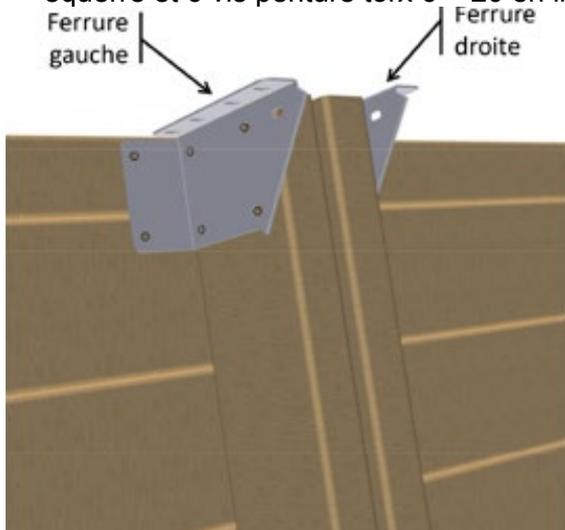

Figure 18 – Mise en place des ferrures en haut des jambes de force
- En haut des quatre jambes de force métalliques et des deux jambes de force en bois, mettez en place six ferrures « droite » et six ferrures « gauche » du kit « Éléments de fixation » selon la **Figure 18**. Utilisez 6 vis penture torx 6 × 20 en inox A2 (sachet G) par ferrure, soit un total de 72 vis.